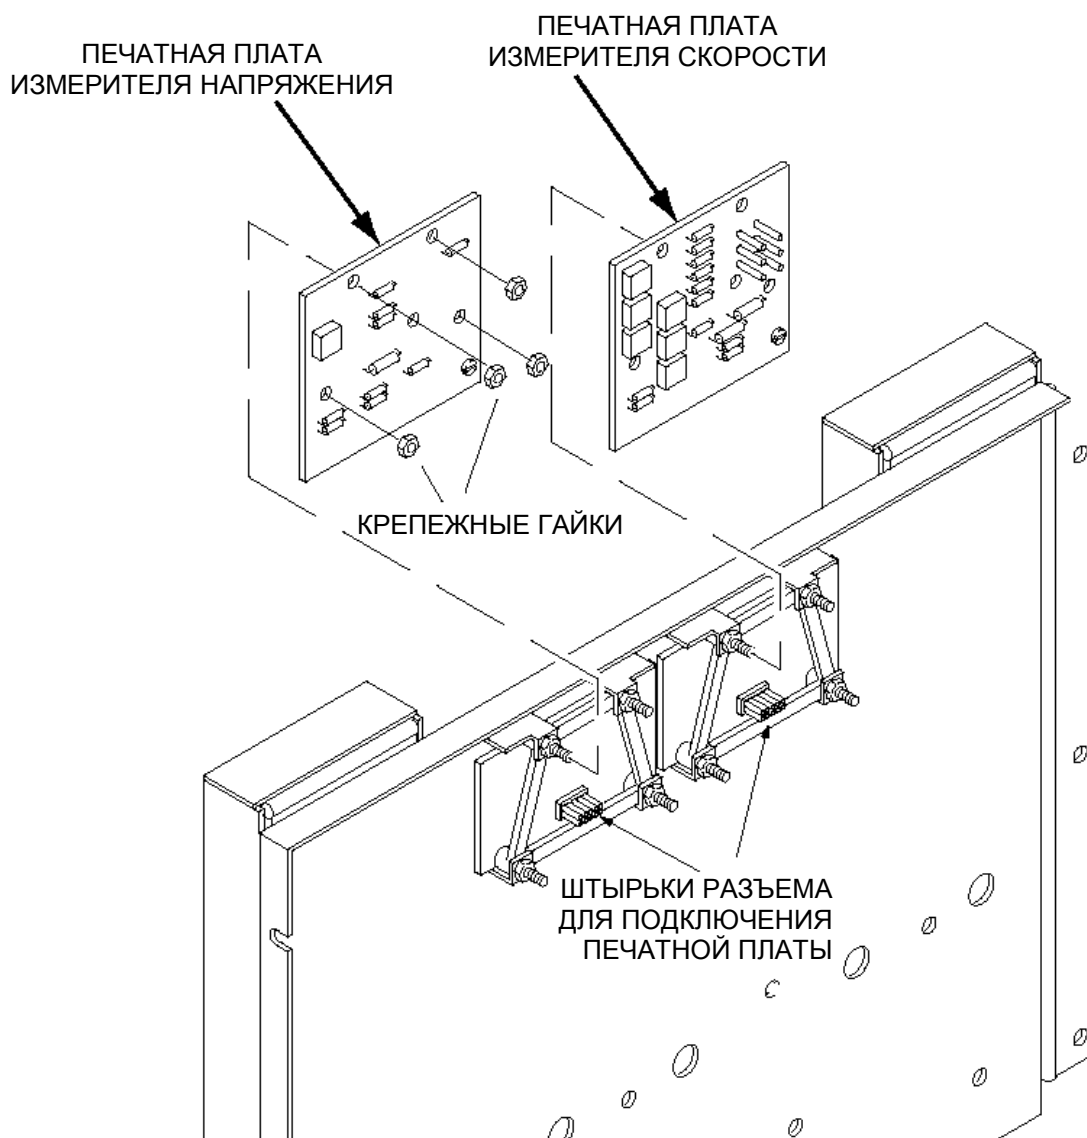

Рисунок E.11
3. Найдите подлежащую снятию печатную плату и отсоедините разъемы. Смотрите рисунок E.11.
4. С помощью гаечного ключа 5/16" удалите четыре крепежных гайки. Смотрите рисунок E.11.